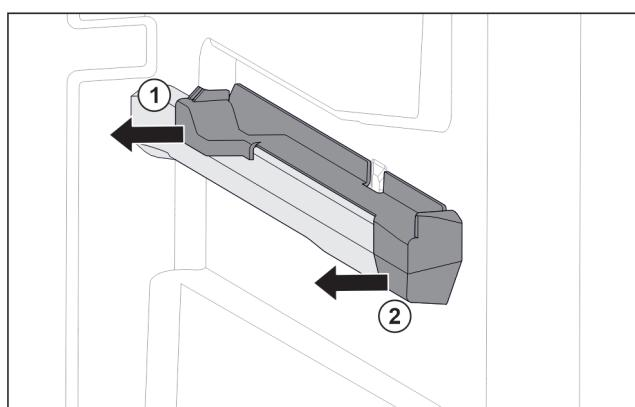

Fig. 114 Násuvný diel na pravom rebre nádoby
- Stiahnite násuvný diel vzadu do strany. Fig. 114 (1)
- Stiahnite násuvný diel vpredu do strany. Fig. 114 (2)